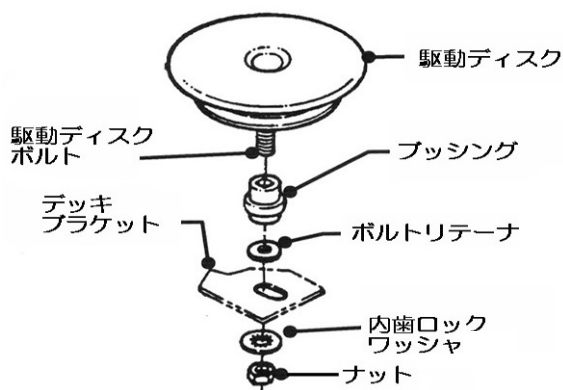

図6-15
5. 駆動ディスクのねじの端部をマイナスドライバで押えて、ナットと内歯ワッシャを取り外します。(図6-15)